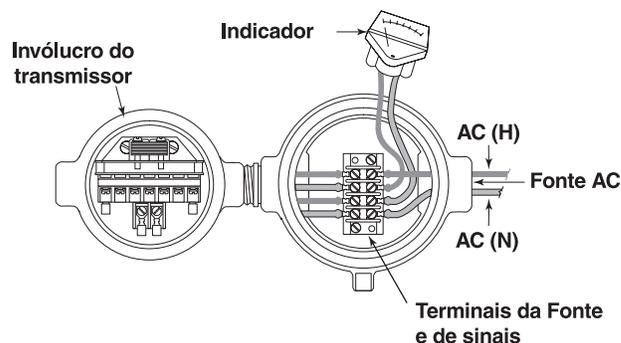

Figura 10
4. Conecte o fio da fase e neutro aos terminais externos na barra de terminais. Conecte o fio de terra ao parafuso de cor verde na base do invólucro. Veja a Figura 10.